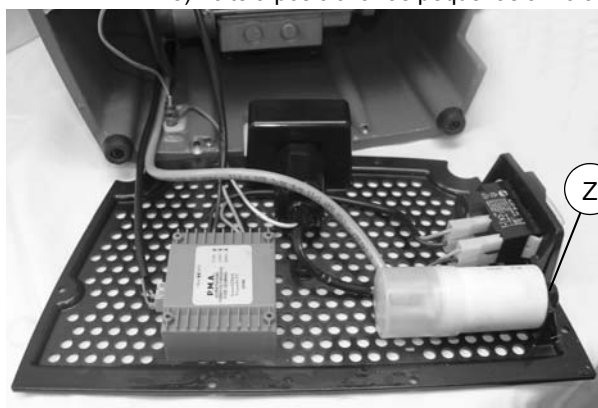

Fig. 32
- Desaperte a porca (Z) (fig. 32) e tire-a junto com a anilha.
- Desaperte a porca do passa-cabo (X) e remova o condensador.
- Instale o condensador novo, fazendo passar o cabo através da porca (X) e do passa-cabo, ligando os 2 fios na régua de bornes e fixando-os com os 2 parafusos (X1).
- Bloqueie a porca do passa-cabo (X), volte a posicionar a caixa do motor fixando-a com os 4 parafusos (S4)